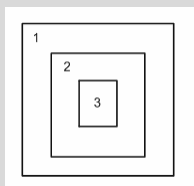
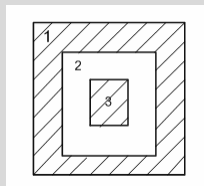

图 1-41 加工边界互相嵌套
图 1-42 生成的加工轨迹
1. 加工边界互相嵌套时（图 1-41），结果如图 1-42 所示，去除 2 的区域，在 1 的区域和 3 的区域里生成轨迹。